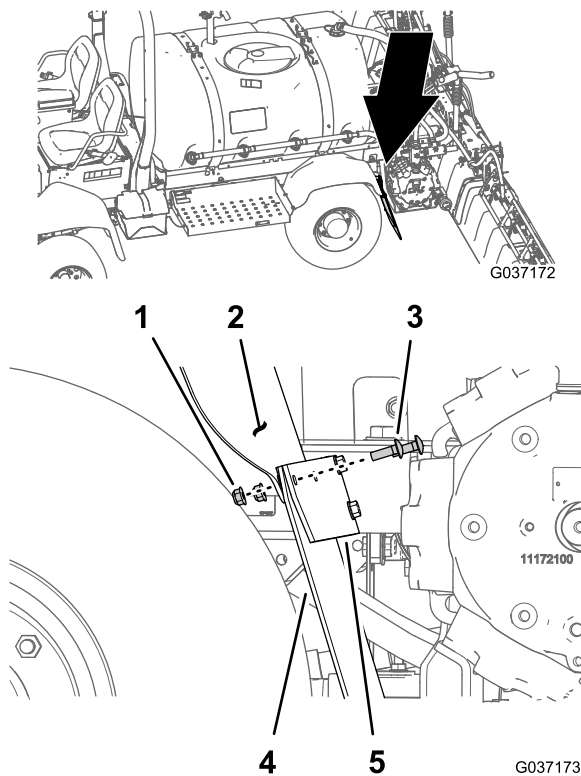

Figura 9
1. Retire os dois parafusos de carroçaria (5/16" x 1") e as duas porcas de bloqueio flangeadas (5/16") que prendem o guarda-lamas e as palas das rodas à cinta do guarda-lamas (Figura 9).
2. Alinhe os orifícios no suporte da válvula de drenagem, cinta do guarda-lamas, pala da roda e guarda-lamas (Figura 9).